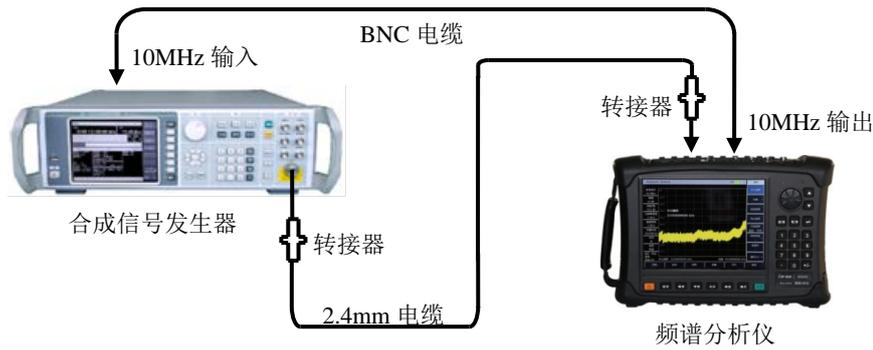

图 13-13 镜像、多重和带外响应测试设置
- 1) 如图 13-13 连接测试仪器，频谱分析仪为合成信号源提供频率参考。